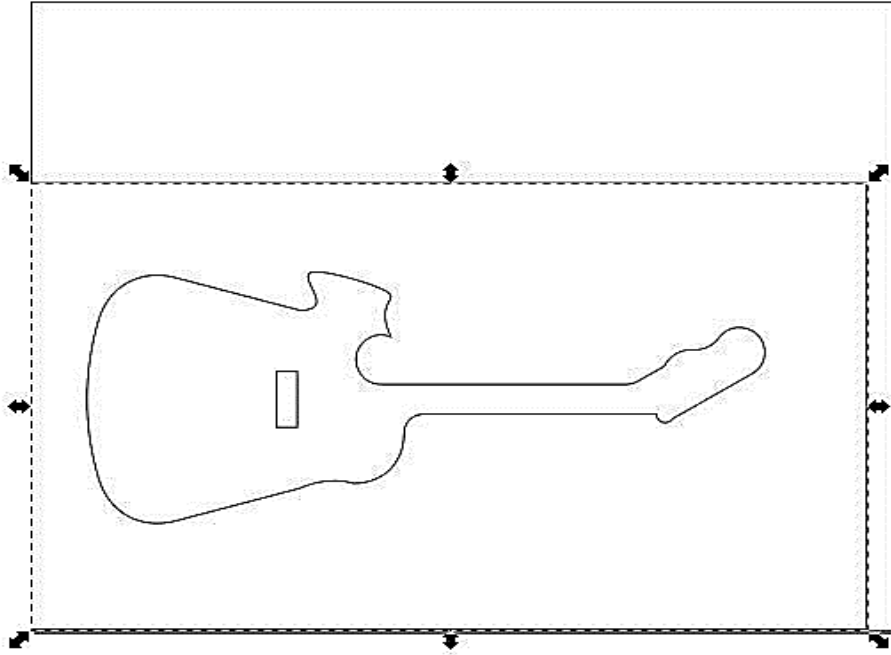

Figura 6.7. El dibujo dentro del área de trabajo
7. Importe el dibujo de la guitarra (en formato.DXF)y muévelo de tal modo que quede dentro del área de trabajo, figura 6.7.